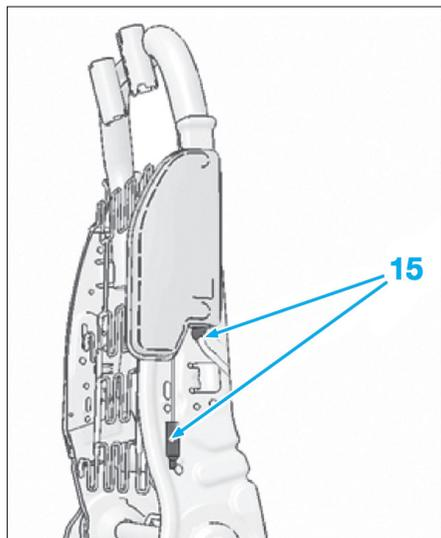

Fig. 14
- Déposer la coiffe de dossier (12) par le haut en (14).
- Déconnecter les connecteurs (15) (Fig.14).